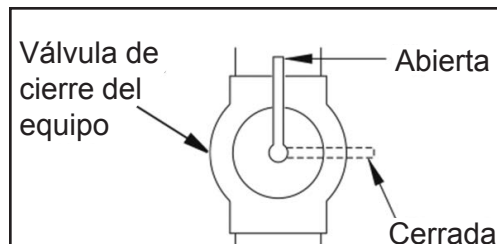

Fig. 17: válvula de cierre del equipo
1. Cierre la válvula de cierre del equipo (consulte la Fig. 17).
1. Abra la válvula de cierre del equipo (consulte la Fig. 17).